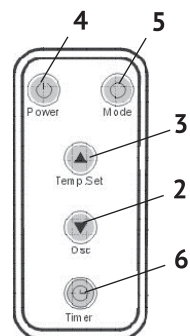

рис.1
3.1 Общий вид тепловентилятора представлен на рис.1:
6.3 Нажмите кнопку 4 (рис.1), на цифровом дисплее появится надпись «LOW» и отобразится температура воздуха в комнате, при этом включится режим работы I - мощность 750 Вт.
6.4 Если вам нужен другой тепловой режим работы. Нажмите кнопку 5 (рис.1), на цифровом дисплее появится надпись «HIGH», при этом включится режим работы II - мощность 1500 Вт. Если вы хотите установить нужную вам температуру нагрева воздуха, нажмите второй раз на кнопку 5 (рис.1), на цифровом дисплее появится надпись «AUTO», теперь вы можете установить необходимую вам температуру, нажимая на кнопку выбора температуры 3 (рис.1).
6.5 Для установки таймера выключения, нажимая на кнопку 6 (рис.1) выберите нужный вам временной интервал работы тепловентилятора. По окончании заданного времени тепловентилятор выключится.
6.6 Для включения функции поворота нажмите на кнопку 2 (рис.1).
6.7 Для выключения тепловентилятора нажмите на кнопку 4 (рис.1), после выключения вентилятора продолжает работу в течении 30 секунд.